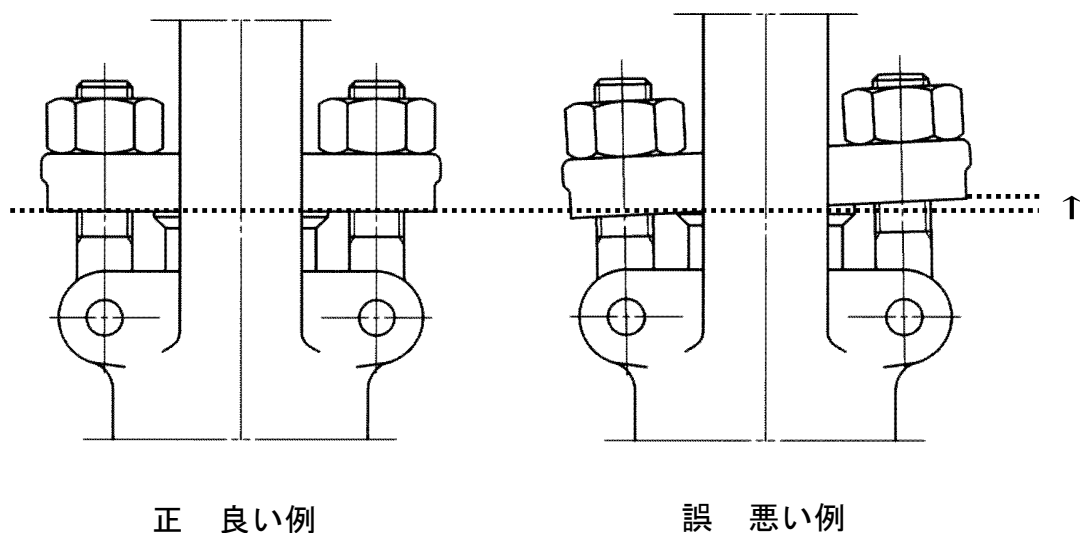

図 7.3 グランドボルトナットの締め付け調整例
- ③ ^(注1) 弁棒ねじ部にはグリースを塗ることによって焼き付きやかじりを防止することができます。
- ④ グランドパッキンを挿入する場合は、グランドパッキンの切り口が重ならないように、１リングずつ挿入し、且つ１リングずつ毎に適当な締付力を与えてください。
- ⑤ 図 7.3に示すとおり、グランドボルトナットを締めながらハンドル車の廻り具合をみてグランドを片締めしないように交互に平均した力で調整してください。